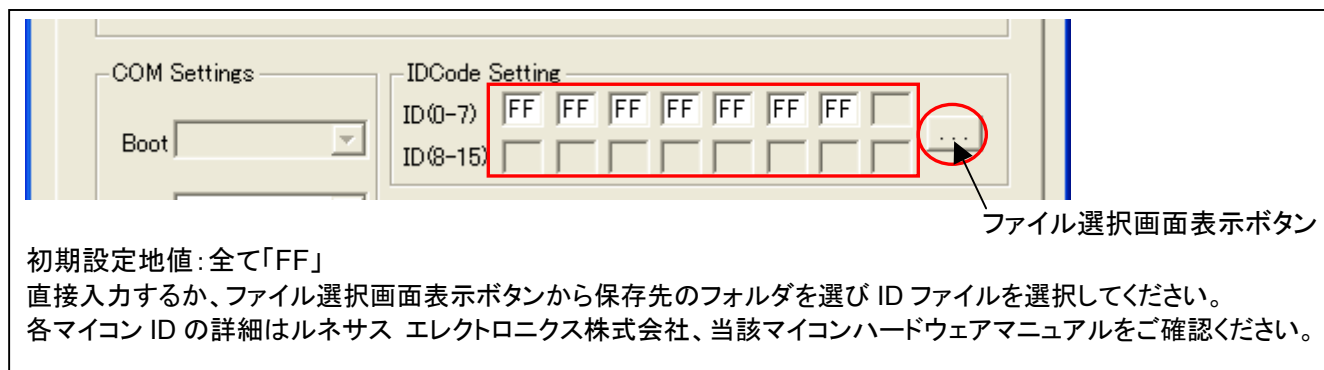

図 4-12 ④ID 入力設定画面
詳細は「図 4-12 ④ID 入力設定画面」をご参照ください。